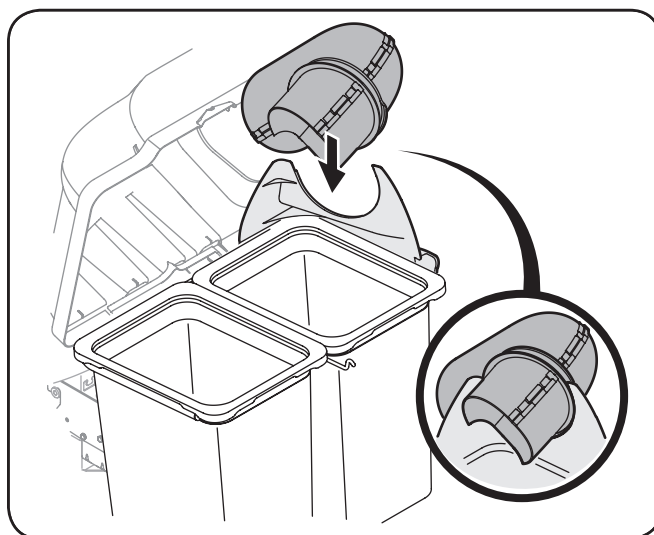

Figure 4-26
- Avec le couvercle de la goulotte de descente ouverte, installez la goulotte supérieure sur l'adaptateur de goulotte de descente, et déposez-le dessus afin que le support de la goulotte de descente repose dans la gorge de la goulotte supérieure. Consultez la figure 4-26.